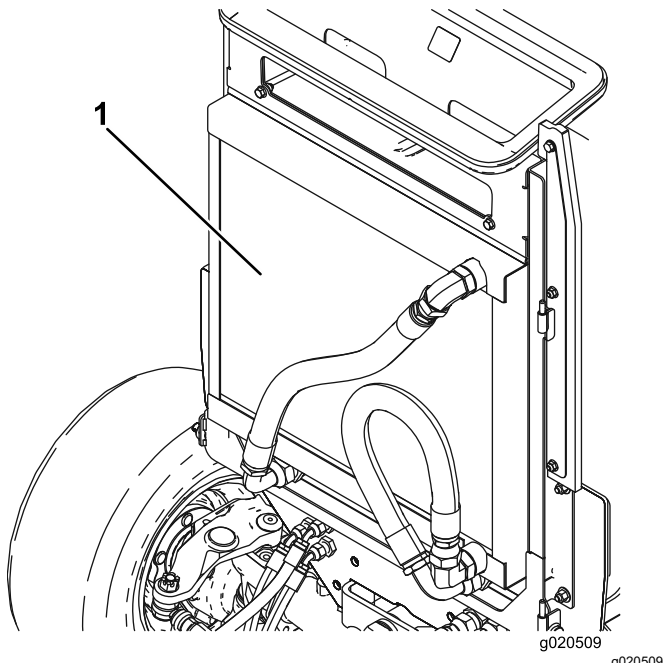

Figure 98
3. Nettoyez soigneusement les deux côtés du radiateur/refroidisseur d'huile (Figure 98) à l'air comprimé. Commencez par l'avant et soufflez les débris vers l'arrière. Nettoyez ensuite en soufflant de l'arrière vers l'avant. Répétez la procédure plusieurs fois jusqu'à ce qu'il ne reste plus aucun débris